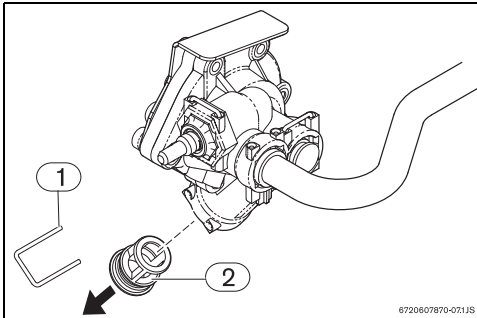

Fig. 9 Svuotamento
- ▶ Rimuovere il fermaglio dall'alloggiamento del filtro (Fig. 9, [pos. 1]) sul gruppo acqua.
- ▶ Estrarre il tappo (Fig. 9, [pos.2]).